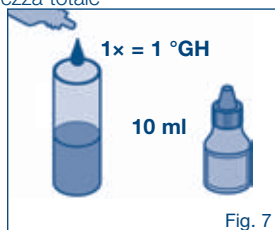

Fig. 7
1. La durezza totale potrebbe essere richiesta al fornitore di acqua oppure rilevata tramite una veloce verifica (test delle goccioline, Fig. 7). In base alla durezza totale e all'utilizzo, può essere scelta la regolazione bypass e rilevata la capacità filtrante tipica dalla tabella 1-3 nel capitolo 10.